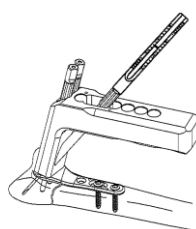

図10
- 10) 茎状突起部近位用デブスゲージ (フック付) のフックワイヤーを抜き、デブスゲージ本体部を 1.3 ガイドピンに通しスクリュー/ピン長を計測します。(図10)